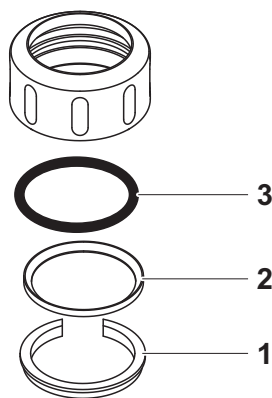

Fig. 6-1 Rimozione dell'anello di accoppiamento
1	Rimuovere l'anello di ritegno (pos. 1, Fig. 6-1).